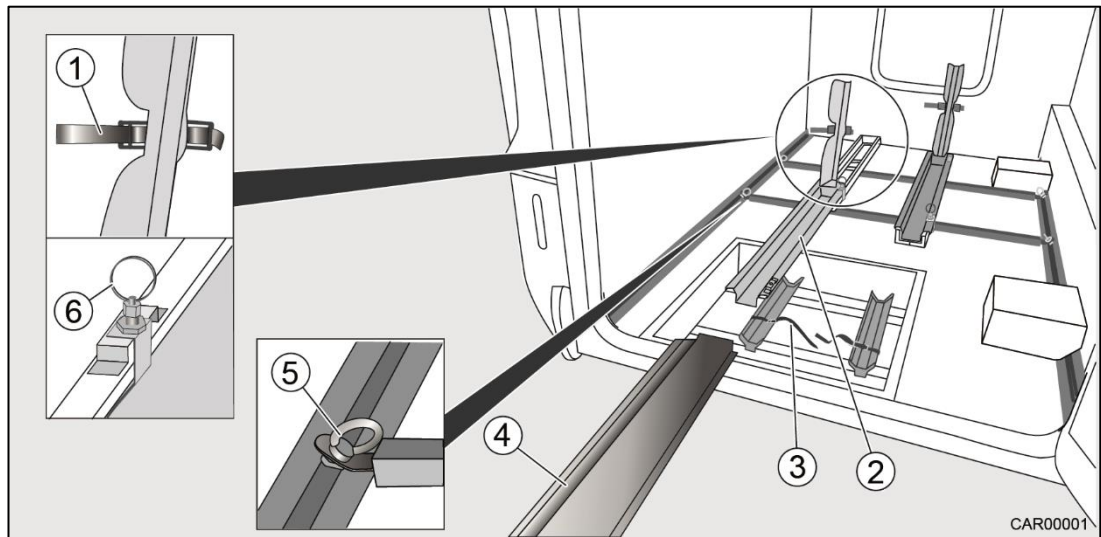

Fig. 2 Barres de fixation dans le garage à vélo électrique
2. Sortir le rail d'accès (Fig. 2/4) du garage et le positionner devant le rail coulissant souhaité (Fig. 2/2).
3. Tirer la goupille de sécurité (Fig. 2/6) vers le haut.
4. Tirer le rail coulissant (Fig. 2/2) en dehors jusqu'à ce qu'il encliquette.
7. Glisser le vélo électrique sur le rail d'accès (Fig. 2/4) dans le rail coulissant (Fig. 2/2).
8. Fixer la roue arrière avec la courroie dentée (Fig. 2/1) au rail coulissant (Fig. 2/2).
9. Tirer la goupille de sécurité (Fig. 2/6) vers le haut.
10. Glisser le rail coulissant (Fig. 2/2) à l'intérieur jusqu'à ce qu'il encliquette. Ce faisant, guider le vélo électrique avec la main.
11. Fixer la roue avant avec la sangle d'arrimage (Fig. 2/3) sur le rail de fixation.
17. Si nécessaire, fixer le vélo électrique avec des sangles de serrage additionnelles aux œillets (Fig. 2/5).